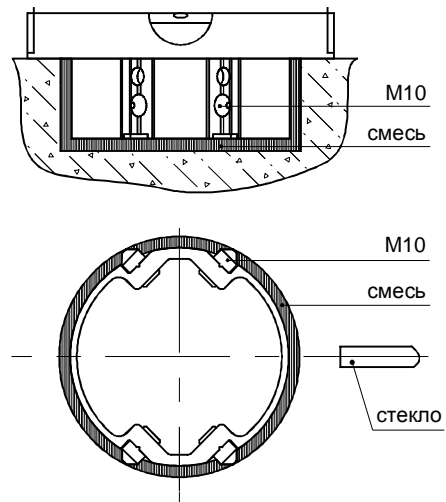

рис.2
- 2 Нанести специальную смесь на дно и стенки отверстия. Установить короб доводчика по уровню с полом и закрепить винты M10 4 шт. до упора в стенки отверстия (рис.2)